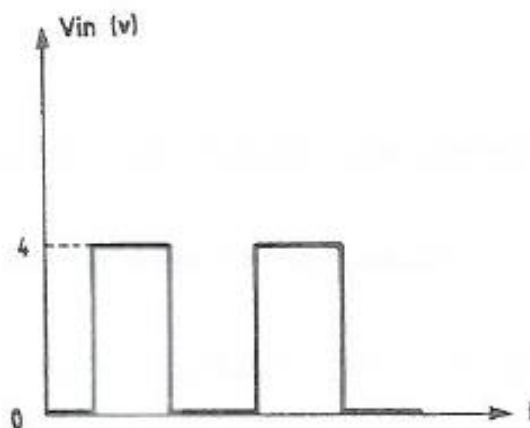

Fig. 7: Sinal de Entrada de Alta Amplitude
35. Aumente a tensão de entrada para 4 Volts, como ilustra a Fig. 7.